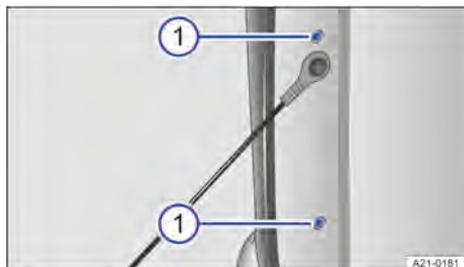

Fig. 154 En el lateral de la superficie de carga: desmontaje del grupo óptico trasero.
4. Desenrosque dos tornillos de fijación con el destornillador → fig. 154 ①.
13. Apriete los dos tornillos de fijación con el destornillador → fig. 154 ①.